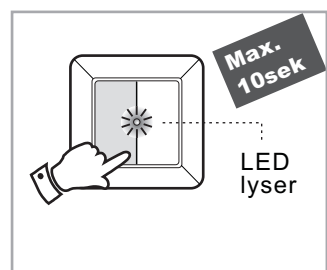

fig.9
- Röd LED i mitten av vippan lyser när WT2 sänder. Vid långvarigt tryck lyser LED'n max.10sek. (se fig.9).